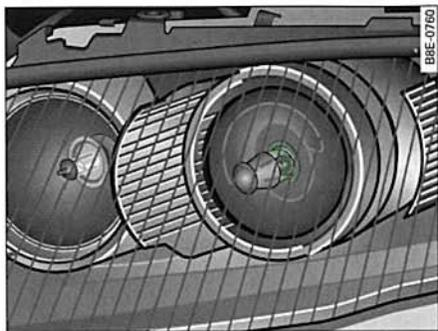

Fig. 251 Faros:
- Mire el faro principal desde la parte delantera ⇒ fig. 251 y verifique el montaje.